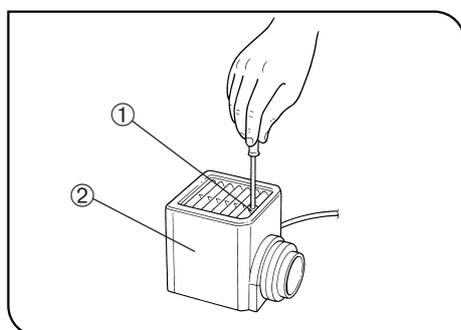

Fig. 22
3 Installation de la lampe halogène (Figures 22 à 24)
5. Faire glisser le cache du boîtier de la lampe sur la base du boîtier par le dessus. Serre la vis de blocage ① tout en appuyant sur le cache. (Fig. 22)